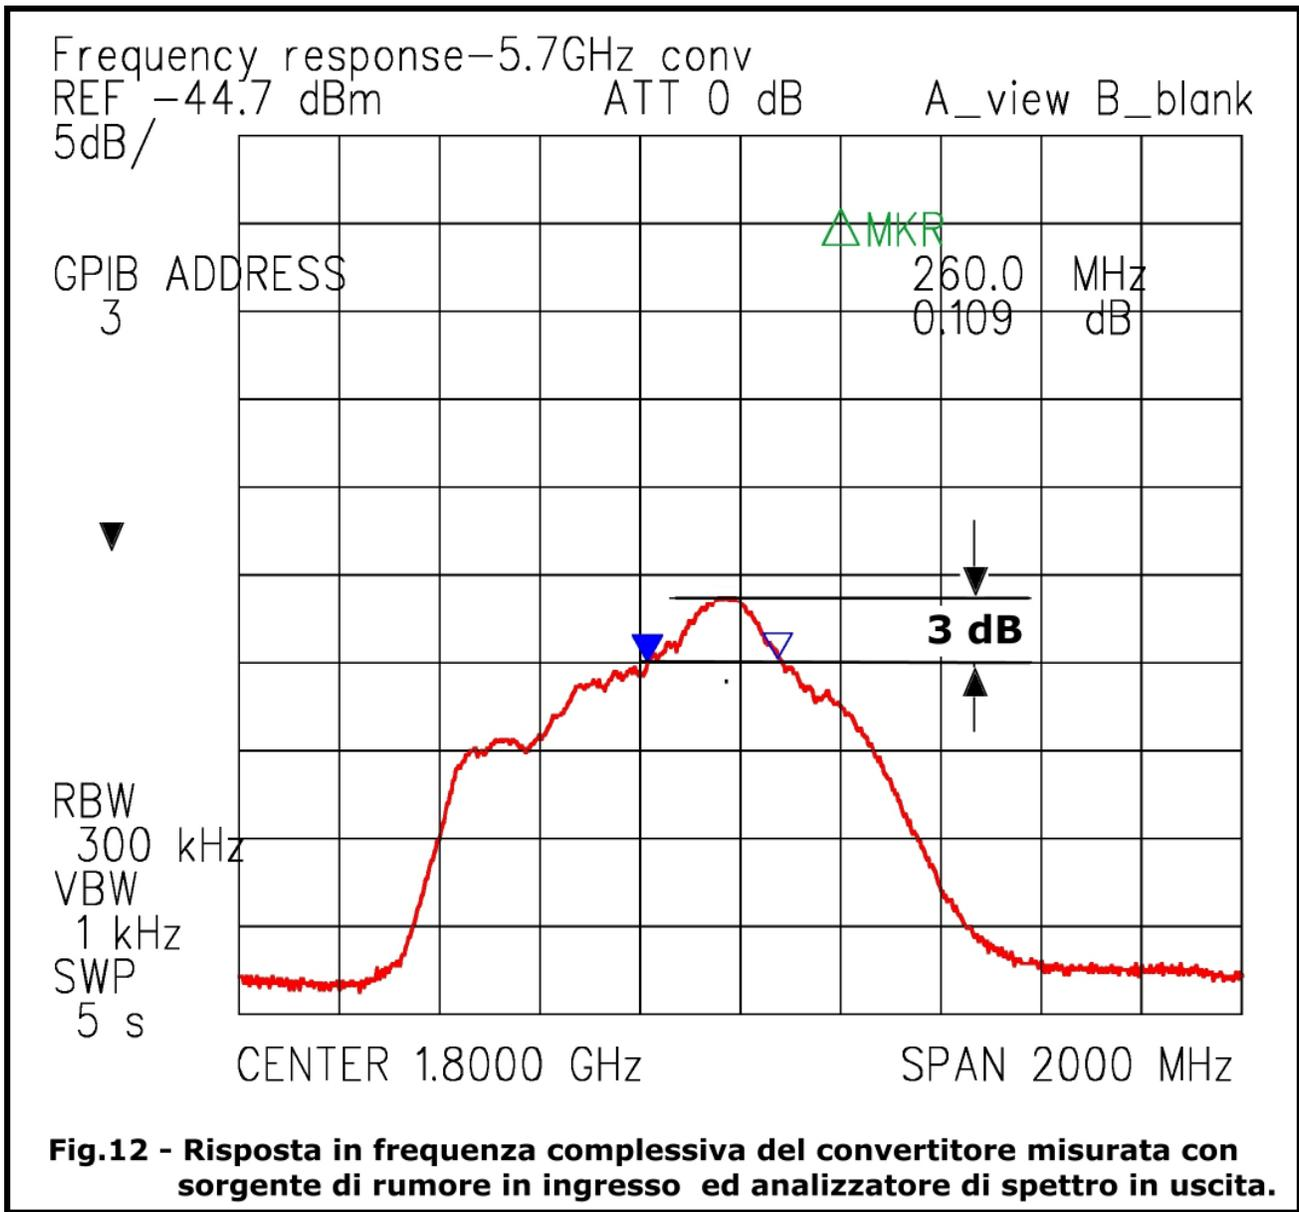

Fig.12 - Risposta in frequenza complessiva del convertitore misurata con sorgente di rumore in ingresso ed analizzatore di spettro in uscita.
Le caratteristiche principali del convertitore misurate sui primi 5 esemplari costruiti sono riportate Tab.3 . La cifra di rumore (NF) è relativamente costante in un intervallo di circa 200 MHz: ciò perché la banda passante degli stadi R.F. è molto più estesa così come la larghezza di banda del filtro d'uscita a 1,8 GHz. (vedere la misura del campione #5 in Fig.12) I valori indicati di N.F. sono TOTALI, cioè comprendono i contributi di tutti gli stadi + RX a 1,8 GHz con N.F. = 10 dB. (Fig.11 , pezzo # 5)) Le caratteristiche di guadagno e rumore sono state anche riconfermate con misure eseguite da IOFTG, Pippo Cristina , in occasione del **XX Symposium V/U/SHF di Orvieto**. (2005) La corrente assorbita è essenzialmente indipendente dalla tensione d'alimentazione. Pertanto alimentando il convertitore alla tensione minima , la dissipazione totale è meno di 0,7 Watt, con conseguente riduzione della deriva di *warm-up* della frequenza di ricezione.
La curva di risposta complessiva di Fig.12 è stata rilevata con una sorgente di rumore bianco (ENR=15 dB) posta all'ingresso del convertitore e l'uscita connessa all'analizzatore R3361B. (asse verticale =5dB/divisione) La larghezza in frequenza @-3dB del convertitore vale 260 MHz e pertanto copre con margine i 3 segmenti dedicati ai radioamatori in Italia nella banda dei 6 centimetri. La larghezza della banda passante @-6dB e' di 600 MHz , mentre @-10 dB è di 1GHz. I fianchi della curva di risposta sono dovuti al filtro R.F. a 5,7 GHz descritto al Paragrafo 3 , mentre il picco di guadagno a centro banda (7,5 GHz -1,8 GHz = 5,7 GHz) è risultante dall'ottimizzazione della linea di adattamento al mixer e di un piccolo "stub" capacitivo disposto all'uscita del secondo stadio R.F. e determinato in modo sperimentale.